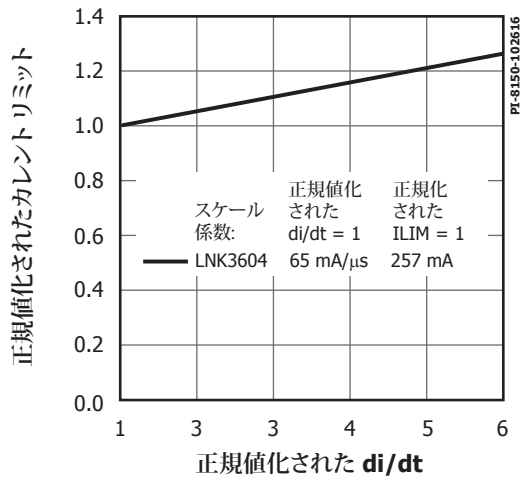

図 22. 標準カレントリミット対 di/dt
- D. その他の di/dt 値でのカレントリミットについては、図 22、23、32、33 を参照してください。